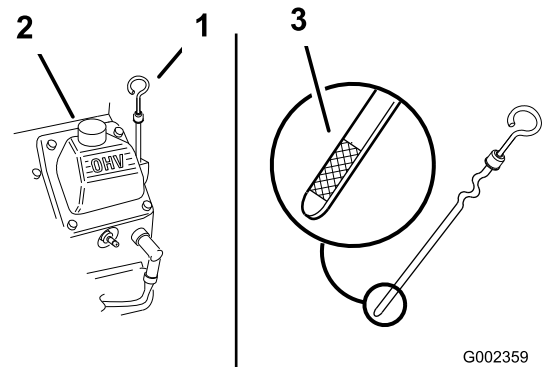

Figura 45
2. Pulite attorno all'asta di livello (Figura 45) in modo che la morchia non possa penetrare nel foro di rifornimento e danneggiare il motore.
3. Togliete l'asta di livello, asciugatela e reinseritela a fondo (Figura 45).
4. Rimuovete l'asta e controllate il livello dell'olio. Il livello dell'olio deve essere compreso tra i segni di limite di pieno "F" e basso "L" sull'asta di livello (Figura 45).
5. Se il livello dell'olio è al di sotto del segno basso "L", rimuovete il tappo del tubo di riempimento (Figura 45) e aggiungete l'olio specificato fino a quando il livello non raggiunge il segno di pieno "F" sull'asta di livello.